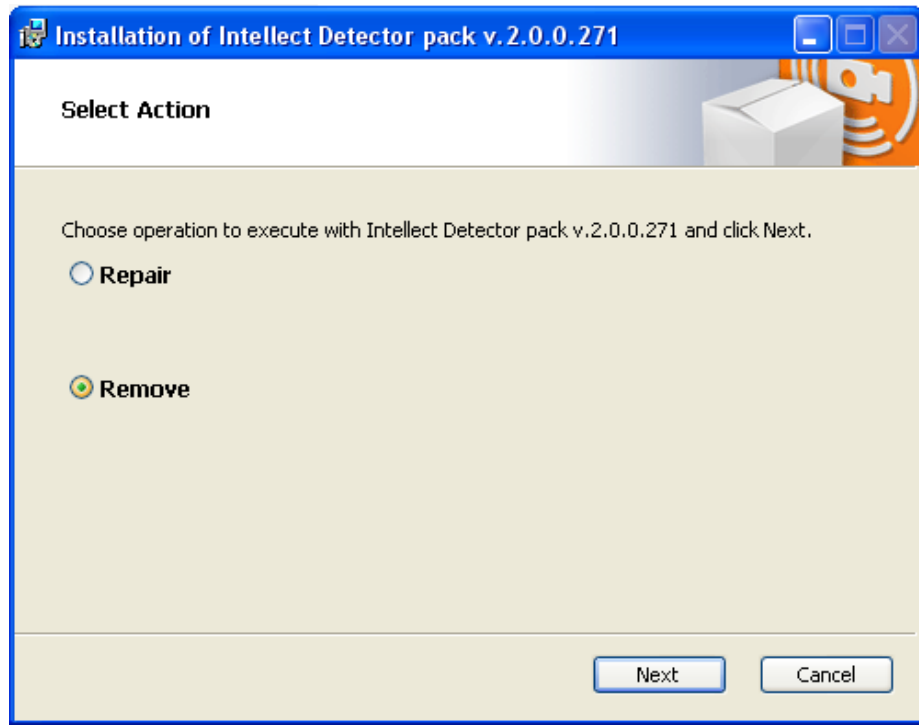

Fig. 5.2—13 Select action window
3. Click **Remove** (Fig. 5.2—13).